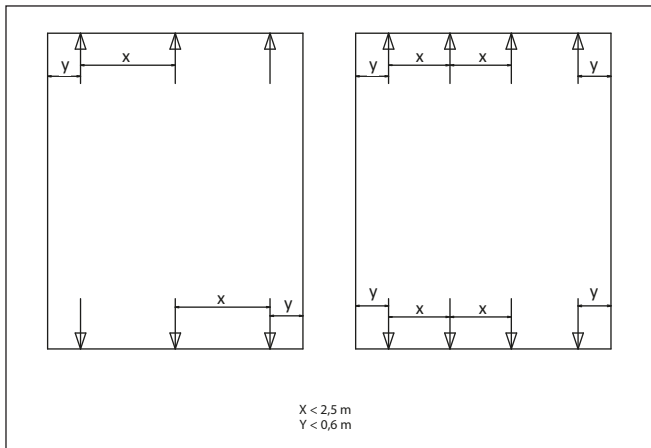

Abb. 31
5.6 Befestigung des Rollladens am Becken (Abb. 31)
Die Befestigung erfolgt in Abhängigkeit der Beckenbreite an mindestens 3 Punkten der Stirnseite des Pools. Dabei ist der Abstand y ($< 0,6$ m) zwischen Beckenwand und Befestigung sowie der Abstand x ($< 2,5$ m) zwischen 2 Befestigungspunkten zu beachten. Gehen Sie dabei nach dem Schema in Abb. 31 vor.